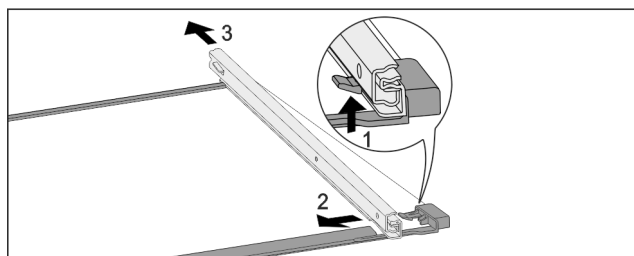

Fig. 191 Steklena plošča z vodili
- ▶ Sprednji zaskočni kaveljček potisnite navzgor. Fig. 191 (1)
- ▶ Izvlačno vodilo potisnite Fig. 191 (2) na stran Fig. 191 (3) in nazaj.